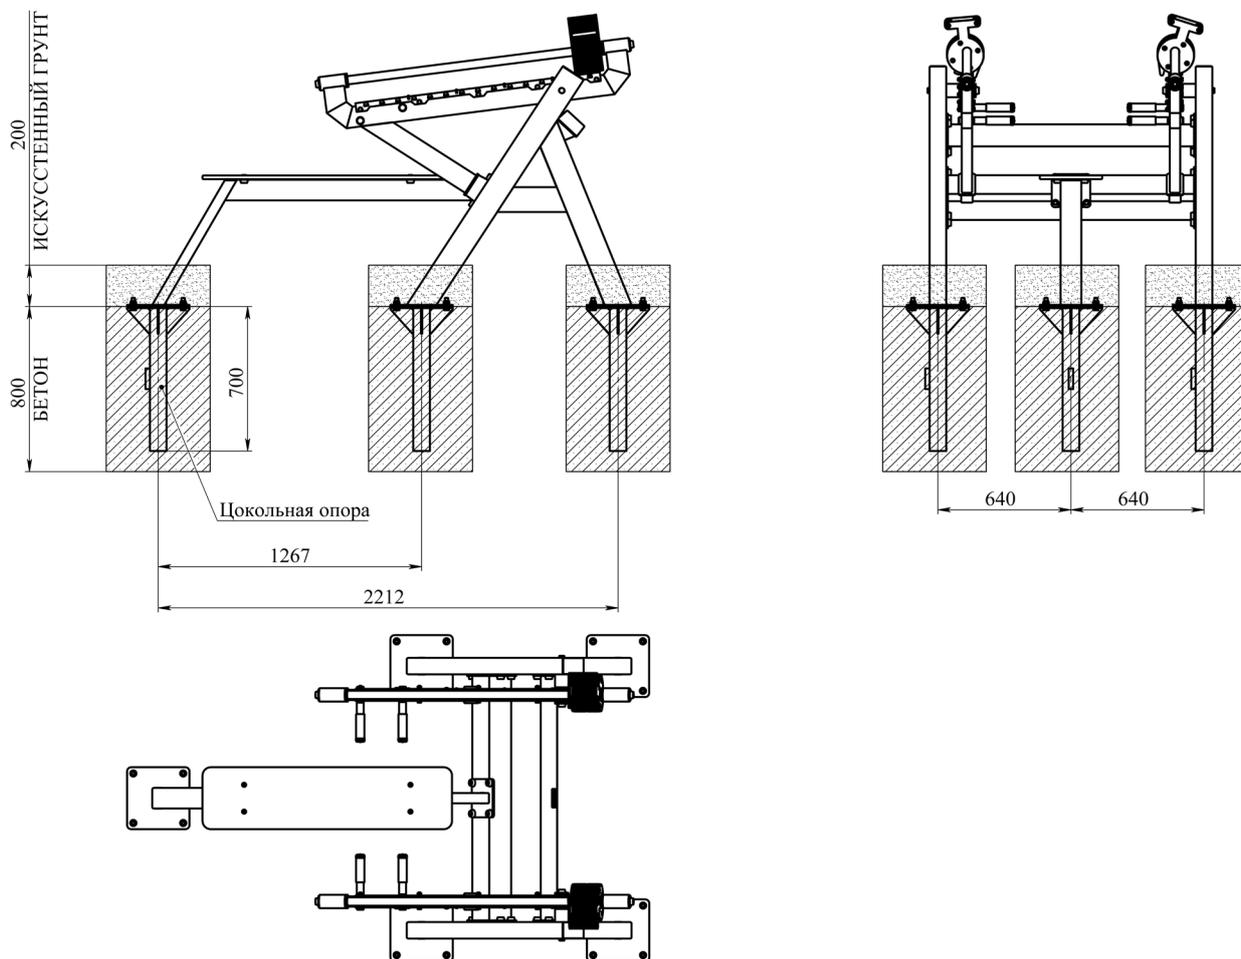

РИС. 2
- верх фундамента должен располагаться на глубине не менее чем на 200 мм от поверхности покрытия площадки, как это изображено на рис.2;